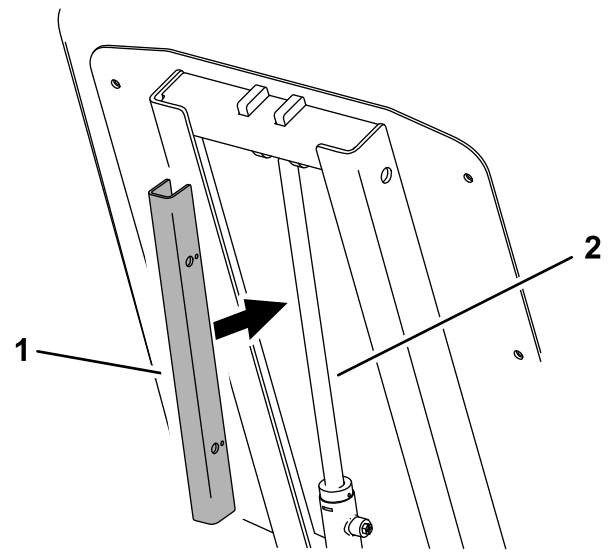

Figure 19
3. Glissez le dispositif de blocage sur la tige du vérin de levage et fixez-le en position à l'aide de la goupille à emmanchement (Figure 19).